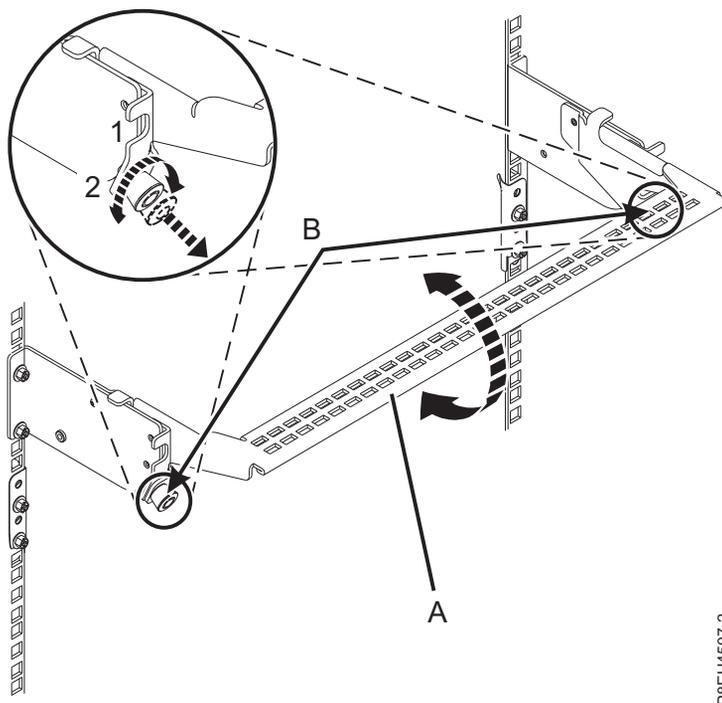

Abbildung 2. Kabelführungshalterung in Serviceposition bringen
5. Bringen Sie die Kabelführungshalterung auf der Rückseite des Einschubs für PCIe3-Erweiterungen in die Serviceposition. Siehe Abb. 2 auf Seite 3.